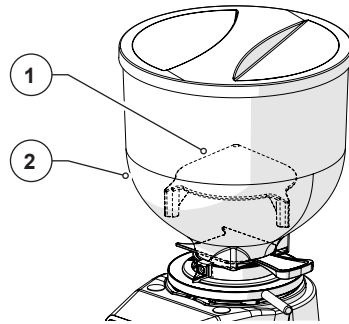

Fig. 3
- **Capuchon anti intrusion sur trémie d'alimentation café (Fig. 3)**